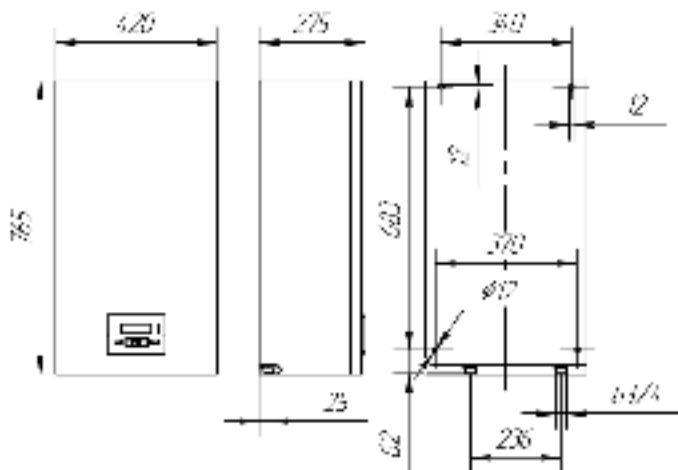

Рисунок 10
6.1.11 Прибор должен навешиваться на стены, достаточно прочные перегородки и т.п. Прибор крепится через отверстия в задней панели с использованием четырех шурупов 8x50, дюбелей 10x60 и плоских шайб. Разметка отверстий под крепление прибора приведена на рис. 10 вид сзади.